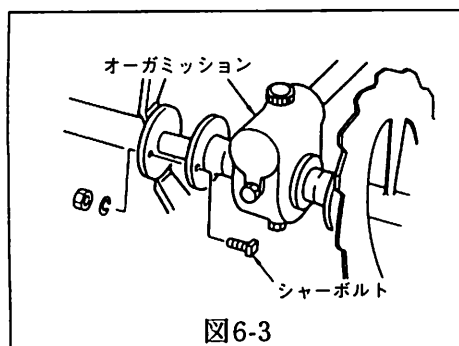

図6-3
- 除雪作業中、雪に混じった石や異物がオーガとオーガケースの間に詰まり、オーガに過大な荷重がかかり過ぎるとシャーボルトが切断します。このシャーボルトの切断によって、本機の破損を未然に防止します。シャーボルトはオーガミッションの左右のフランジ部に、各1個づつついています。(図6-3参照)